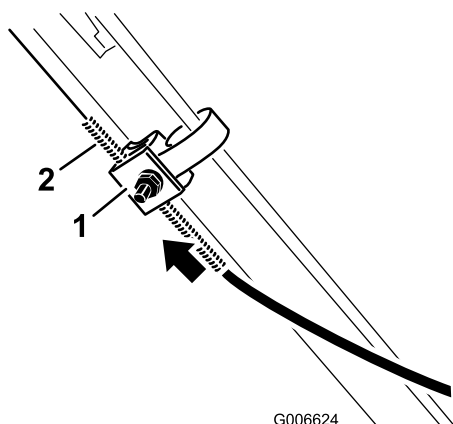

Figura 29
4. Spingete in alto la guaina del cavo di 5 mm (Figura 29).